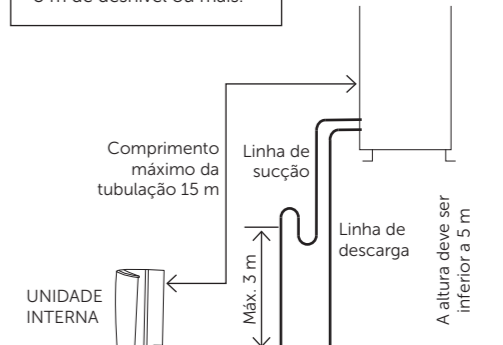

Figura 4
- Em desníveis maiores de 3 m, é necessário fazer um sifão na linha de sucção, conforme figura 4.